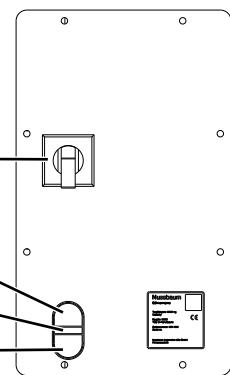

Figure 4: Module de commande
- Lever le véhicule jusqu'à ce que les roues soient libres. Appuyer sur le bouton Lever → « Lever » (voir figure 4)
- Lever le véhicule jusqu'à ce que les roues soient libres. Pousser le levier de commande vers l'avant v « Lever » (voir figure 4).
- L'ascenseur s'arrête automatiquement environ 20 cm avant d'atteindre la position la plus basse. Pour abaisser complètement la plate-forme, appuyez sur le bouton-poussoir « CE-Stop » (Figure 4), puis la plate-forme peut être abaissée complètement l'aide du bouton d'abaissement. Un bip sonore retentit pendant le processus d'abaissement.
- L'ascenseur s'arrête automatiquement environ 20 cm avant d'atteindre la position la plus basse. Pour abaisser complètement la plate-forme, appuyez sur le bouton-poussoir « CE-Stop » (Figure 4), puis la plate-forme peut être abaissée complètement si l'on tire lentement sur le levier de commande. Un bip sonore retentit pendant le processus d'abaissement.